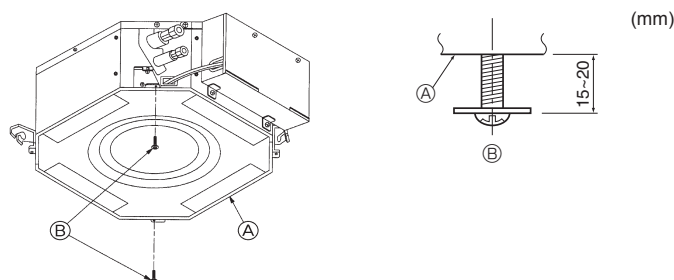

Fig. 8-5
8.3.1. Προετοιμασία (Fig. 8-5)